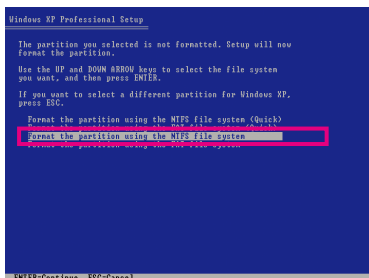

Figura 3
3. Selecione um sistema de arquivos (por exemplo NTFS) e comece a instalação do sistema operacional (Figura 3).